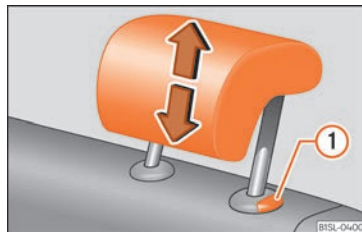

Fig. 67 Ajustar els reposacaps posteriors.
- Desplaceu el reposacaps en el sentit de la fletxa, cap amunt o cap avall alhora que pressioneu la tecla » fig. 67 ① » ⚠️.